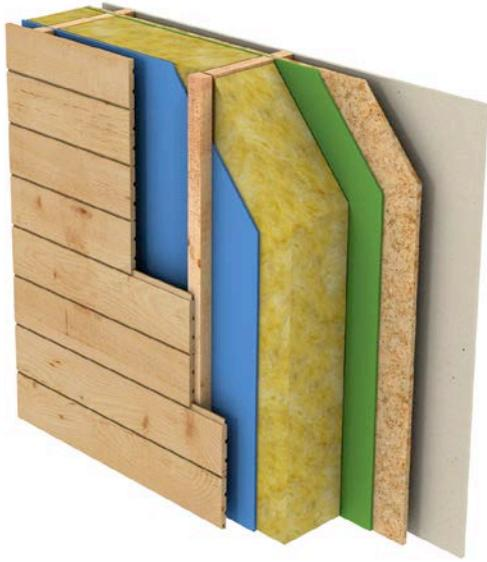

Fig. 1 Bardage en bois (vue 3D).
2. installer le pare-pluie et le parement extérieur (voir figures 1, 2, 3 et 4). Il est nécessaire de laisser une lame d'air ventilée de minimum 15 mm. Dans le cas d'un bardage ajouré, il est impératif d'utiliser un pare-pluie résistant aux UV (voir NIT 243)